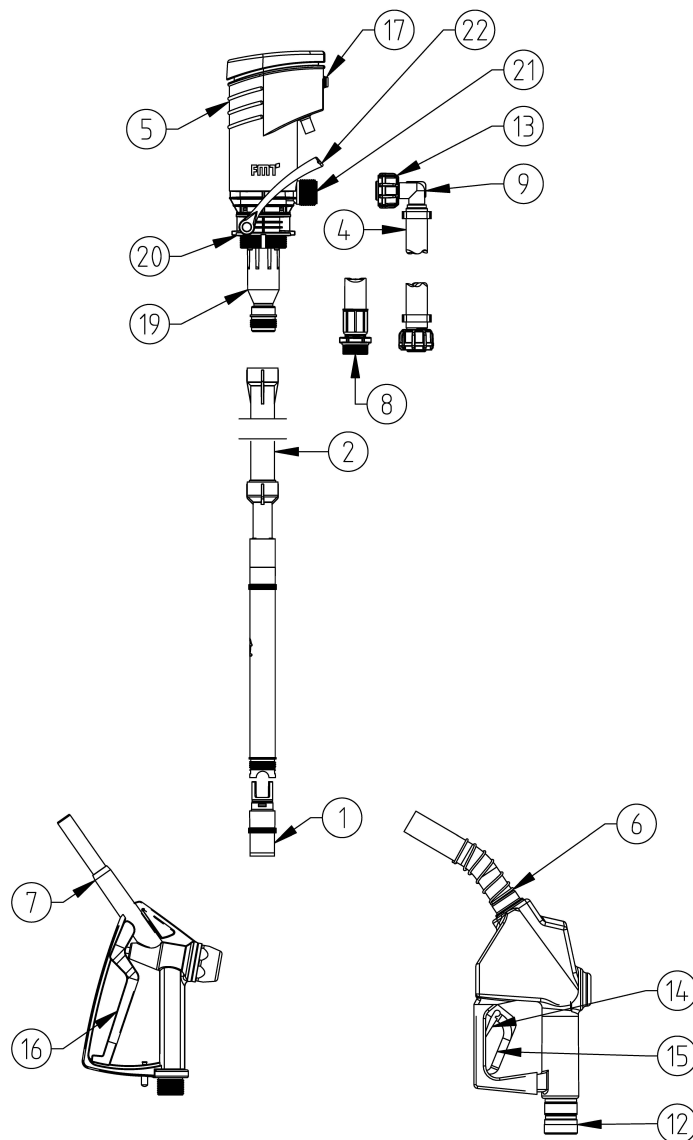

Abb. 6.-1: Übersicht PREMAxx Diesel mit Zubehör
Die Montage ist in folgender Reihenfolge durchzuführen (siehe hierzu Abb. 6.-1):
**Pumpe für den Betrieb vorbereiten (siehe Abb. 6.-1):**
- Den Zapfhebel (15 bzw. 16) drücken und gedrückt halten oder mit Feststellraste (14) feststellen (bei Ausführung mit Automatik-Zapfventil). Zapfventil in den zu befüllenden Behälter halten.